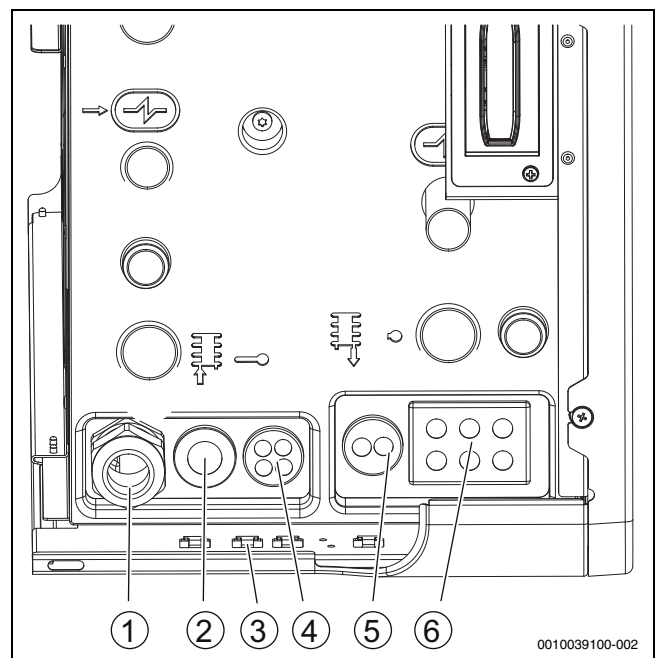

Bild 24 Kabeleinführungen der Inneneinheit
- Anschlusskabel über die Kabeldurchführungen auf der Unterseite der Inneneinheit führen. Die richtige Reihenfolge der Kabel ist Abbildung 24 zu entnehmen.
- Kabel mit Kabelbindern an den Befestigungspunkten befestigen (→ Abbildung 24 [6]). Darauf achten, die Kabel nicht über Kreuz zu verlegen.
- Nach dem Einführen des Kabels die Kabelverschraubung festziehen (→ Abbildung 24 [1]).